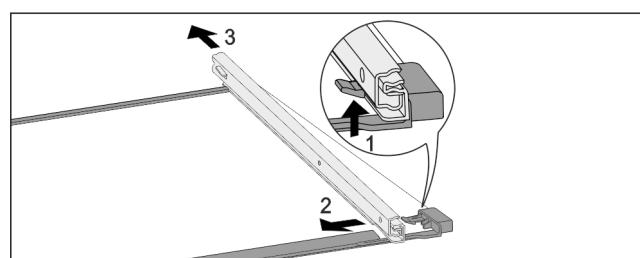

Fig. 157 Sklenená doska s kolajničkami
- Potlačte predný západkový hák nahor. Fig. 157 (1)
- Odsuňte vyťahovaciu kolajničku do strany Fig. 157 (2) a dozadu Fig. 157 (3).